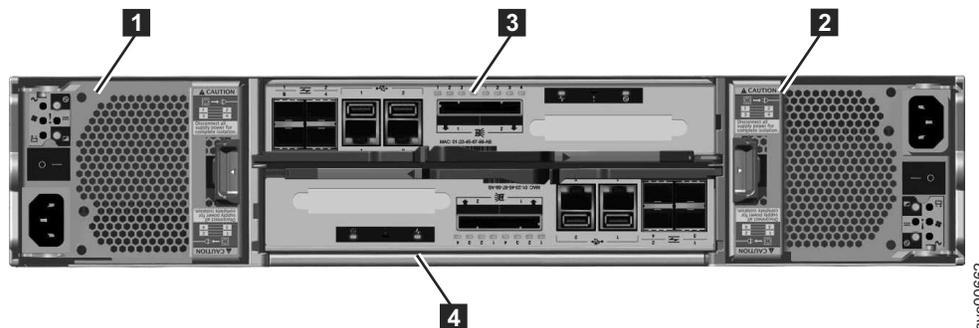

Figura 10. Vista Posterior de um Gabinete de Controle Modelo 2076-112 ou Modelo 2076-124
O Figura 10 mostra a visão posterior de um gabinete de controle e identifica o local das unidades da fonte de alimentação e das caixas.
- Duas caixas são instaladas no meio do gabinete. Cada caixa é conhecida como uma caixa de nó. A caixa superior, conforme mostrado na Figura 10 na página 48, está identificada como **3** e a caixa inferior está identificada como **4**. A caixa **3** está com a parte superior para cima e a caixa **4** está invertida, ou com a parte superior para baixo.